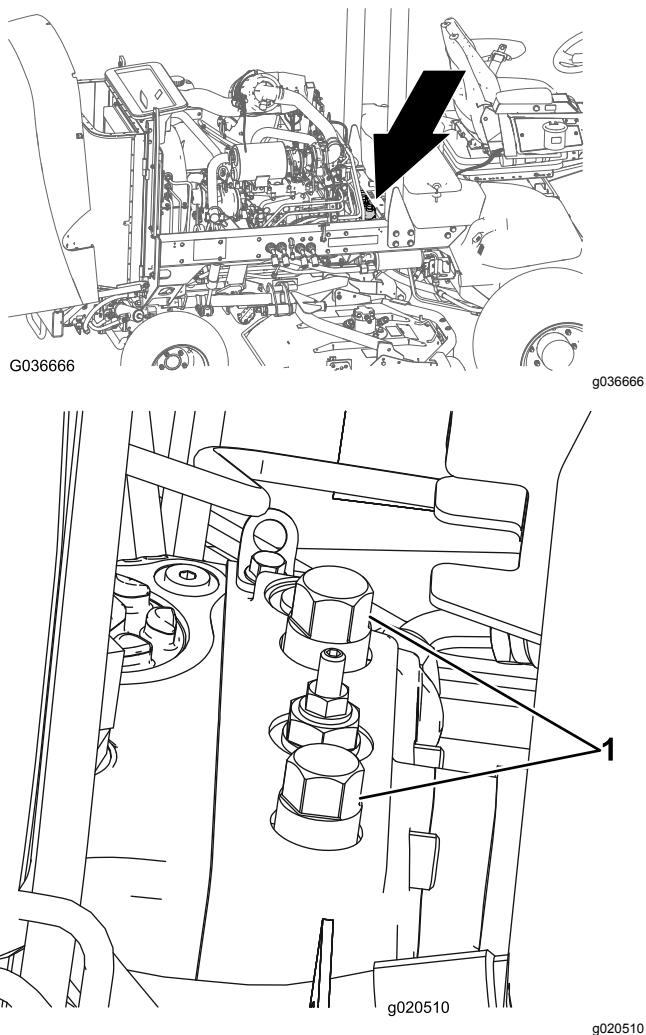

Bild 50
- Öffnen Sie die Motorhaube und ermitteln Sie die Sicherheitsventile (**Bild 50**), die sich oben an der Pumpe hinter dem Batteriekasten bzw. Ablagefach befinden.